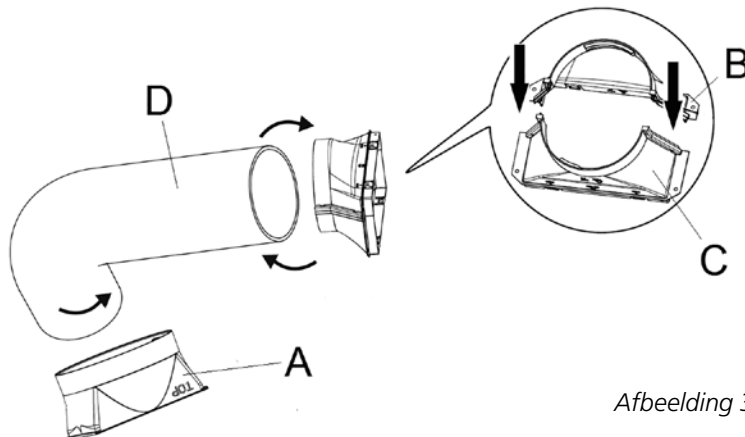

Afbeelding 2
- 3 Voor een goede luchtcirculatie tenminste 30 cm rondom het apparaat vrij houden. Zie afbeelding 2.